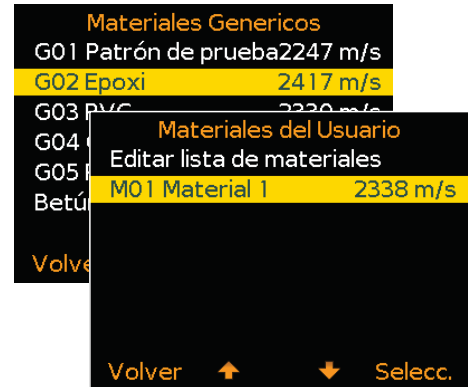

Figura 19
- 2 Utilice las teclas programadas $\uparrow\downarrow$ para resaltar el material de revestimiento requerido, seguido de 'Selecc.' (Figura 19).